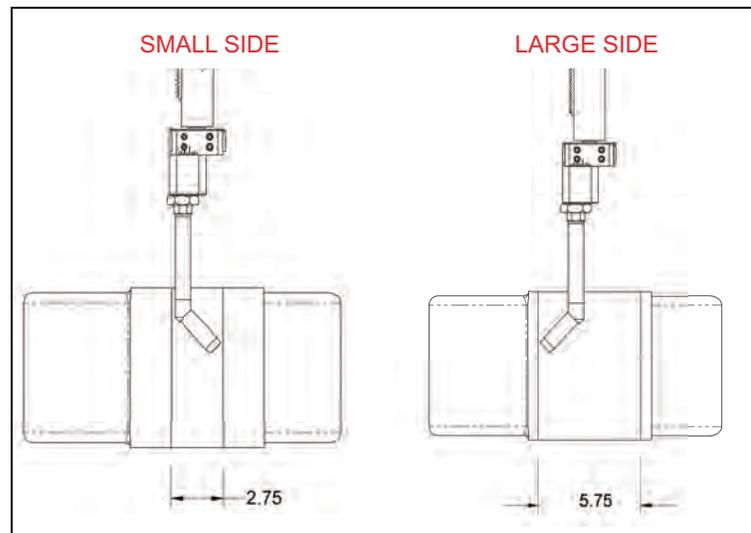

ABBILDUNG 3-7. ORIENTIERUNGSHILFE UND BRENNERPOSITION (KLEINE SEITE LINKS, GROÙE SEITE RECHTS)
2. Befestigen Sie den Brenner (und ggf. Verlängerungen) am BoreWelder-Feststellgewinde und sichern Sie den Brenner in Position mit der 38 mm (1,5") Mutter, wie in Abbildung 3-7 auf Seite 47 dargestellt.